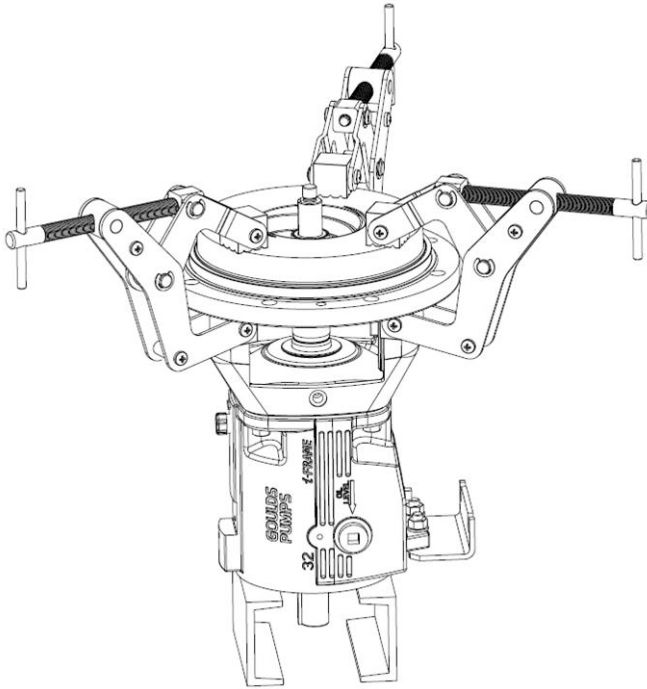

Figura 42: Disposición del ensamblaje
2. Oriente el ensamblaje en dirección vertical sobre unos bloques de tamaño adecuado. Véase Figura 42: Disposición del ensamblaje on page 83.
8. Si no se suministran los espárragos de retención (920.32) de la cubierta de carcasa (161) con el adaptador de bastidor (344), instale unas abrazaderas tal como se muestra en Figura 42: Disposición del ensamblaje on page 83 después de alojar la cubierta de carcasa (161) en el adaptador de bastidor (344) con un martillo de goma o de plomo.
9. Instale la manga del eje (524).
21. Mida desde la parte superior de la barra K14153A adecuada hasta la cara posterior del buje del impulsor (230) como se muestra en Figura 42: Disposición del ensamble on page 83 y anote el valor en el campo A1.